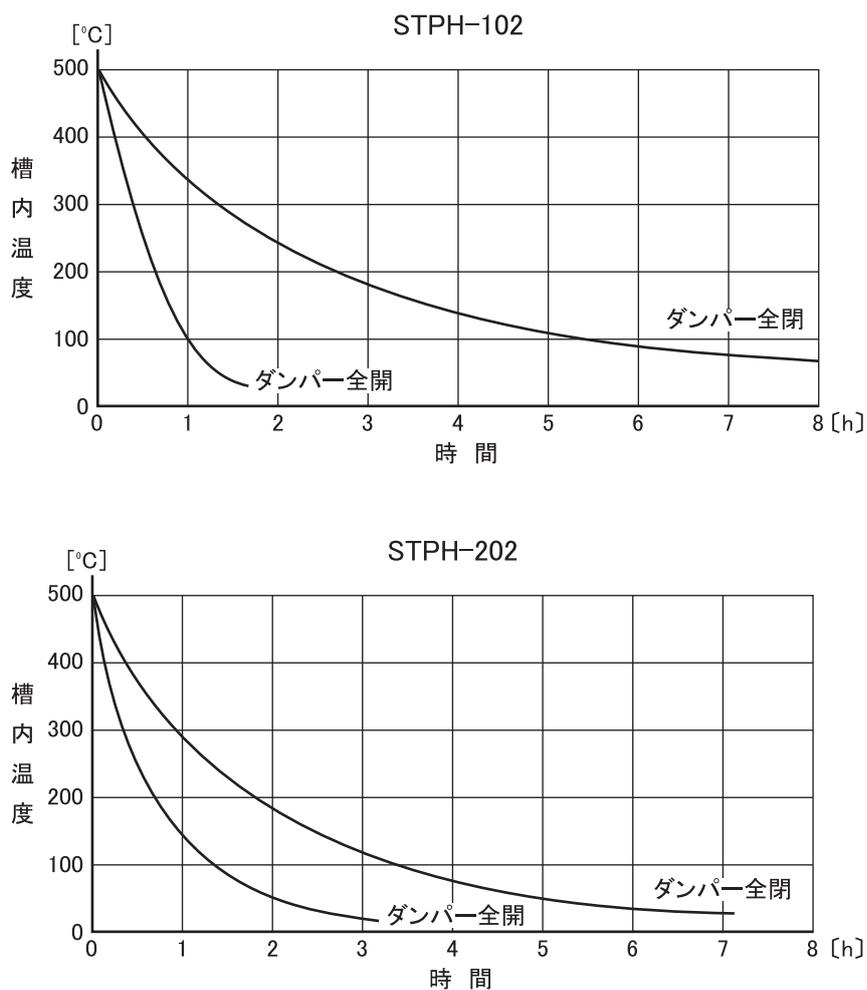

図 6.2 ダンパー開度と温度下降速度
- ダンパーの開度と温度下降速度の関係は、図 6.2 のようになります。